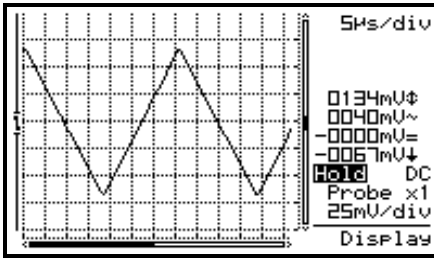

Fig 12
- **Volledig raster:** verdeelt het scherm in referentielijnen. (Fig. 12)